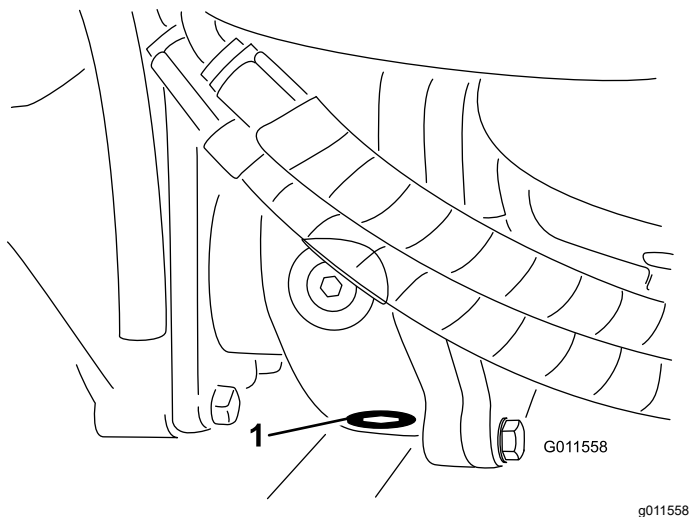

図 110
5. ギアボックスの底面にあるドレンプラグの周囲をウェスできれいにする 図 110。